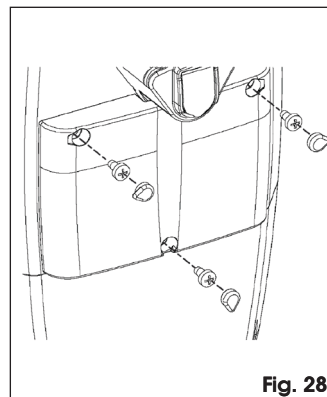

Fig. 28
- Sluit, zodra de programmering van de besturingseenheid is voltooid en na te hebben gecontroleerd of het automatisch systeem goed werkt, de centrale ruimte met de drie bijgeleverde schroeven, en zet de doppen erop zoals aangegeven in Fig. 28.